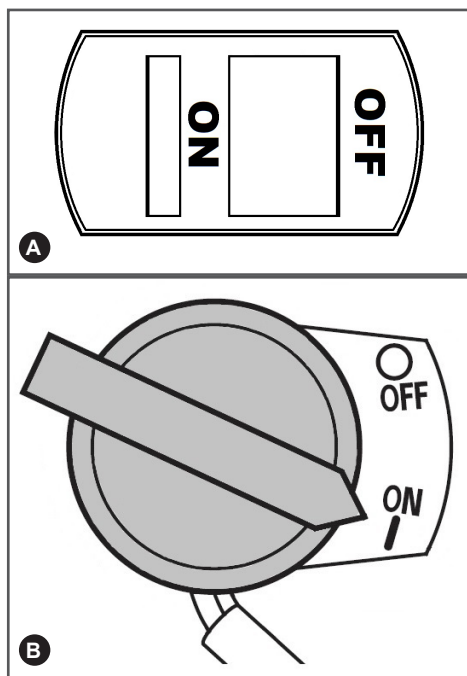

Рис. 30. Выключатели зажигания
6. Включите зажигание, для этого на выключателе зажигания на рукоятках нажмите кнопку «ON» (Включено) (Рис. 30А), а выключатель на двигателе переведите в положение «ON» (Включено) (Рис. 30В).
При возникновении аварийной ситуации, для экстренной остановки двигателя устройства отпустите рычаг включения хода и переведите ближайший выключатель зажигания в положение «OFF» (Выключено) (Рис. 30).
4. Нажмите на выключателе зажигания кнопку «OFF» (Выключено) (Рис. 30).